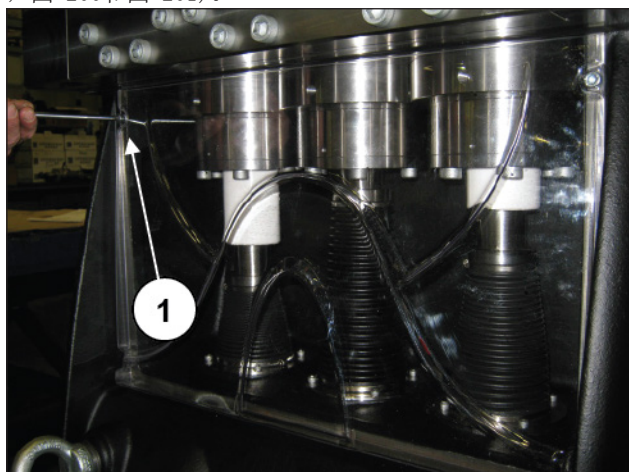
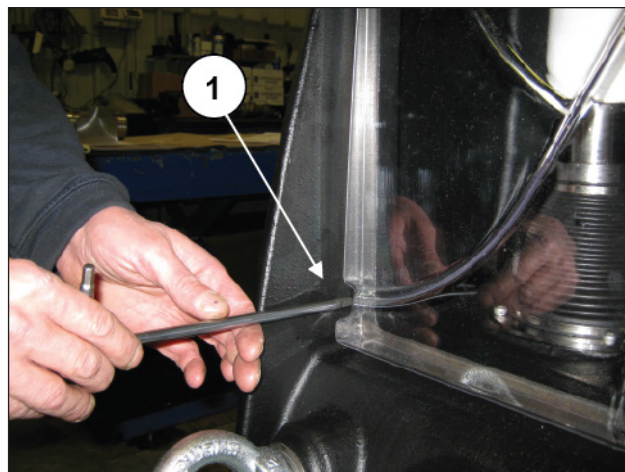

图 200
图 201
要接触活塞组，必须拧松4颗M6螺栓并拆下上检视盖(位置①，图 200和图 201)。